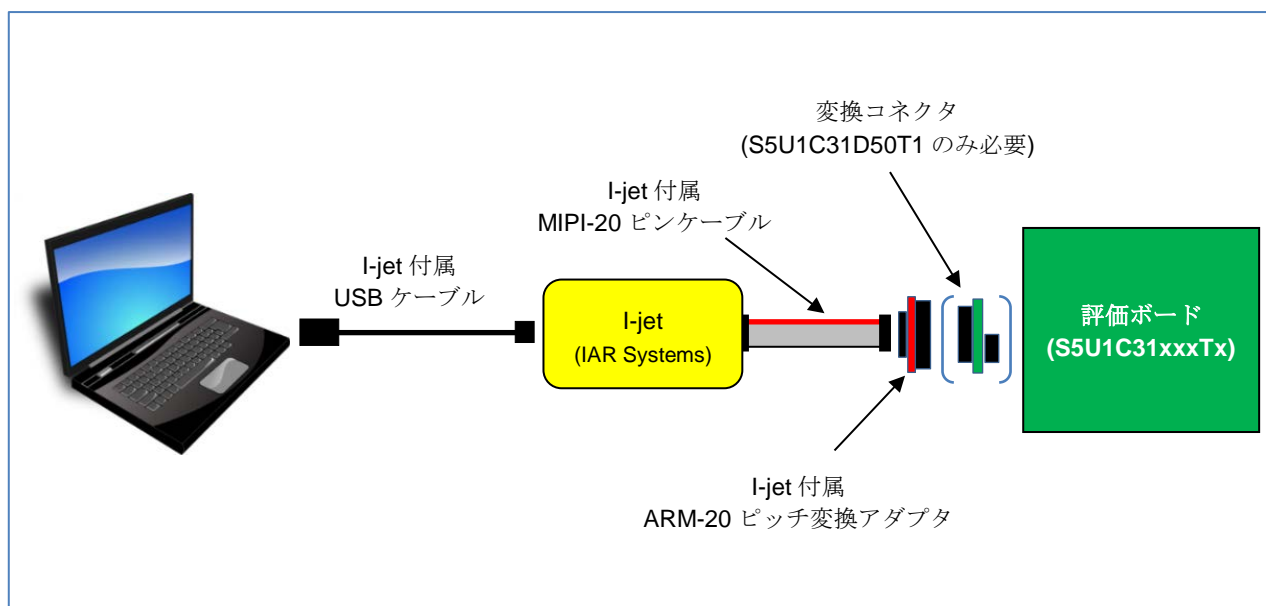

図 3.2.1.1 I-jet を使用する場合のハードウェアの接続例*1
- (1) I-jet 付属の USB マイクロケーブルを使用して、IAR Embedded Workbench をインストール済みの PC と I-jet を接続します。接続すると、デバイスドライバが自動で設定されます。
- (2) I-jet 付属の MIPI-20 ケーブルと ARM-20 ピッチ変換アダプタを使用して I-jet と評価ボード (S5U1C31xxxTx) を接続します (図 3.2.1.1 参照)。
*1: 図 3.2.1.1 は、評価ボード (S5U1C31xxxTx) をデバッグプローブ (I-jet) から供給される 5V 電源で動作させた場合の例です。